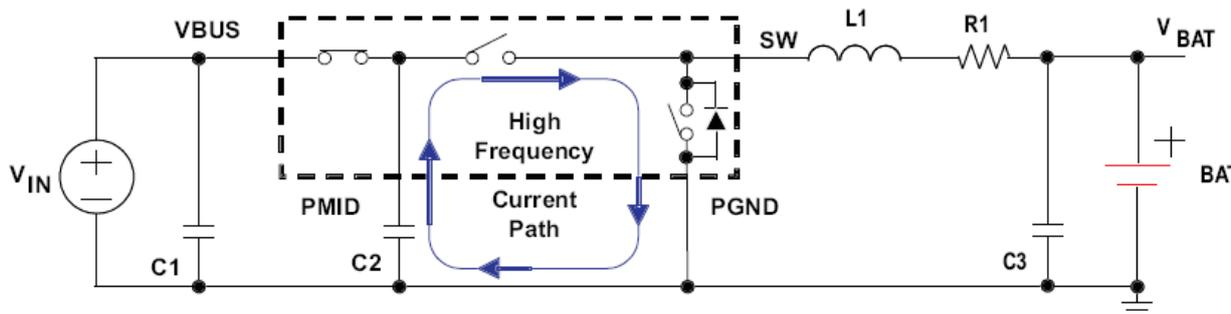

图 28 高频电流环路路径
- 2) 输出电感尽量靠近芯片引脚和输出电容放置，以达到最小化电流环路区域（SW-LC-PGND）的目的。为了防止高频振荡问题，合理布局以最小化高频电流环路路径。如图 28。
- 7) 尽可能将 PMID 端输入 4.7uF 电容靠近 PMID PIN 和 PGND PIN 之间放置，以最小化高频电流环路面积。同样将 4.7uF 电容尽可能的靠近 VBUS PIN 和 PGND PIN 之间放置。如图 28 所示：